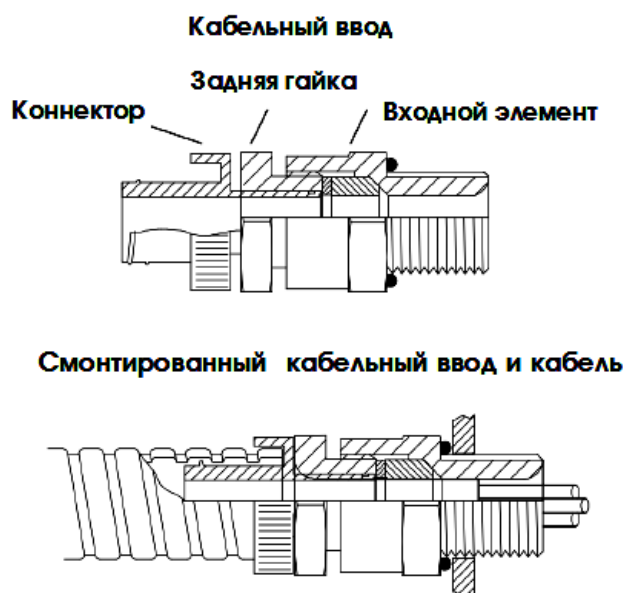

Рисунок 25 – Кабельный ввод
1) Закрепить входной элемент кабельного ввода в соответствующие отверстия в корпусе газоанализатора (см. рисунок 25). Затянуть вручную, затем закрутить с помощью гаечного ключа. Усилие затяжки кабельного ввода при монтаже 32,5 Н*м;